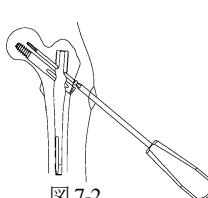

図7-2
- 3) エクストラスクリューの場合はドライバーを用いて抜去します。(図7-2)